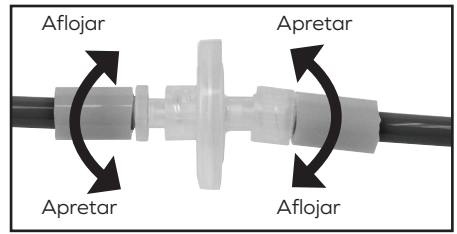

Fig. 4
4. Sujete la abrazadera de camisa a ambos lados del filtro y gírela hacia la izquierda para desconectar el filtro (Fig. 4).
7. Sujete las abrazaderas de camisa a ambos lados del filtro y gírelas hacia la derecha para ajustarlas manualmente (Fig. 4). No apriete en exceso.